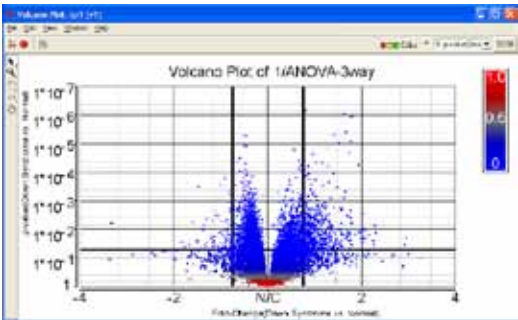

图6 Partek ANOVA多组分分析
- 3) ANOVA多组分分析（图6），得到差异表达基因列表。